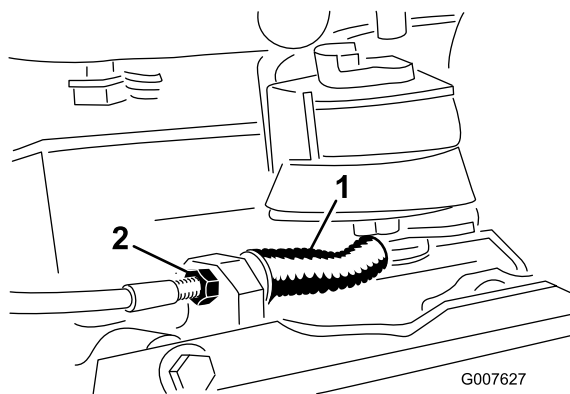

Figura 35
- Per ridurre la tensione del cavo, allentate il controdado del cavo anteriore e serrate il controdado posteriore (Figura 35). Ripetete i passaggi 1 e 2 e regolate la tensione se necessario.
- Per aumentare la tensione del cavo, serrate il controdado del cavo anteriore e allentate il controdado posteriore (Figura 35). Ripetete i passaggi 1 e 2 e regolate la tensione se necessario.